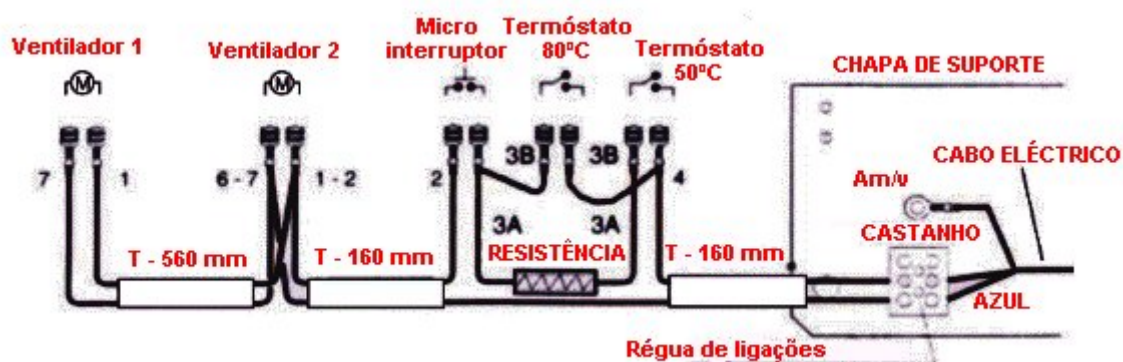

Fig. 12
A) CABLAGEM E COMPONENTES ELÉCTRICOS (Fig. 12)
- f) No caso de ter que substituir algum ventilador, fixar-se bem na posição em que se encontram as ligações (Fig.12).